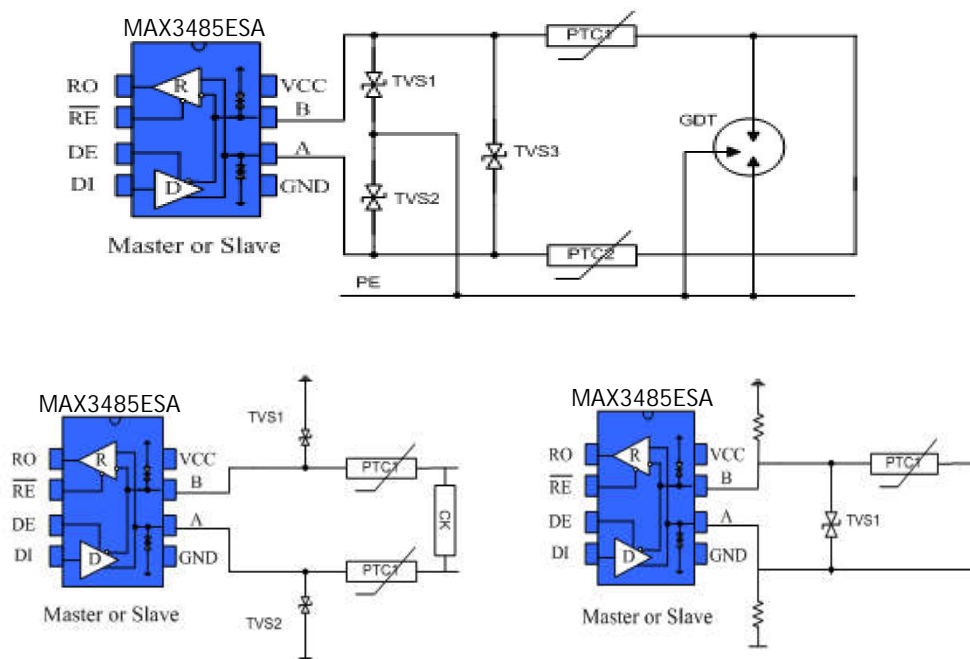

图 11 端口防护方案
**4.3 总线端口防护：**在恶劣的环境下，RS485 通讯端口通常都做好静电防护、雷击浪涌防护等额外的防护，甚至还需要做好防止 380V 市电接入的方案，以避免智能仪表、工控主机的损坏。图 11 为常见的 3 种 RS485 总线端口防护方案。第一种为 AB 端口分别并联 TVS 器件到保护地，AB 端口之间并联 TVS 器件、AB 端口分别串联热敏电阻、并接气体放电管到保护地形成三级保护的方案；第二种为 AB 分别并联 TVS 到地、串联热敏电阻，AB 之间并联压敏电阻的三级防护方案；第三种为 AB 分别接上下拉电阻到电源与地，AB 之间接 TVS，A 或 B 某一端口接热敏电阻的方案。